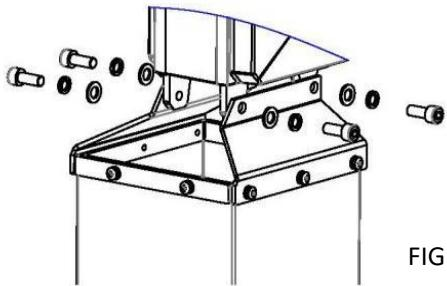

FIG 3
Borttagning / installation av belastningskedja (FIG3& FIG4 & FIG5) .
36. Ta bort kedjepåsen (FIG 3)